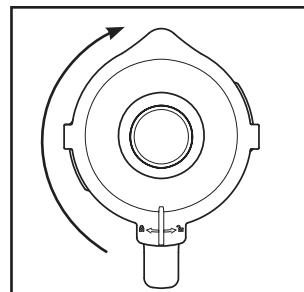

Fig. 2
- 4) Premere saldamente di nuovo il coperchio **②** sull'inserto mixer **③** in modo sfalsato. Chiudere il coperchio **②**, ruotandolo in senso orario nella posizione  fino a percepire l'innesto (vedere Fig. 2). Verificare che il beccuccio dell'inserto mixer **③** sia chiuso. Il motore può avviarsi solo quando il coperchio **②** è posizionato a filo.